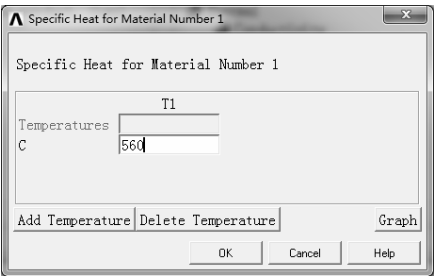

图 8-144 “Specific Heat for Material Number1” 对话框
4) 在右侧列表中选择“Thermal>Specific Heat”, 弹出“Specific Heat for Material Number1”对话框, 在“C”文本框中输入比热容为“560”, 如图 8-144 所示。单击“OK”按钮确认。